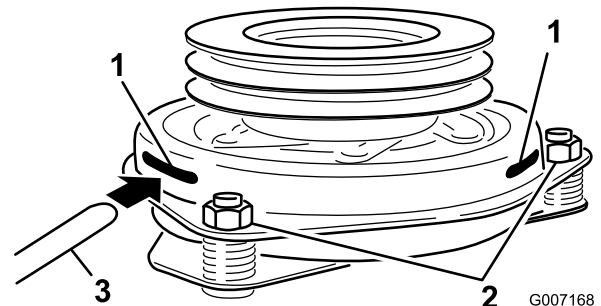

Figura 56
Asegúrese de ubicarla entre las superficies de fricción del rotor y el inducido (Figura 56).
10. Apriete las contratuercas hasta fijar ligeramente la galga pero dejando que ésta se pueda mover con facilidad en la separación (Figura 56).